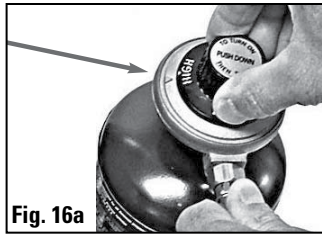

Fig. 16a
- 2) Tourner le bouton du détendeur vers la gauche à partir du réglage ARRÊT/VERROUILLAGE (OFF/LOCK), l'enfoncer et le tourner jusqu'au réglage ÉLEVÉ (HIGH). (FIG 16A)